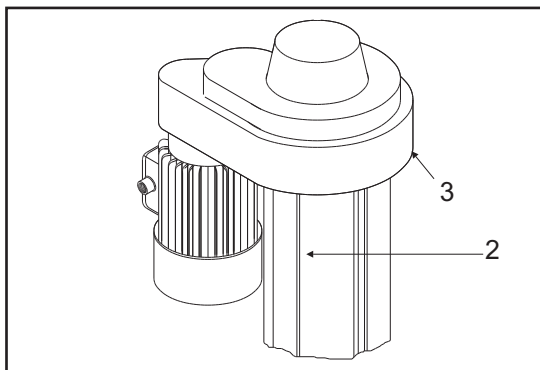

Fig.18 - Abb.18
- in caso di extra corsa della parte mobile sono previsti un fincorsa elettrico (2) ed una piastra in acciaio (3) di blocco sulla parte superiore delle colonne (fig.18).
- to prevent overrun of the mobile part, an electric limit switch (2) and a steel plate stop (3) are envisaged for the upper part of the post (fig.18).
- un contact de fin de course (2) et une plaque d'arrêt en acier au sommet de la colonne (3) interviennent en cas de dépassement de course de la partie mobile (fig. 18).
- bei einem Extralauf des beweglichen Teiles greift ein elektrischer Endschalter (2) und eine Sperr-Stahlplatte (3) am Säulenoberteil ein (Abb. 18).
- en caso de recorrido extra de la parte móvil están previstos un final de carrera eléctrico (2) y una plancha de acero (3) para bloqueo en la parte superior de la columna (fig. 18).